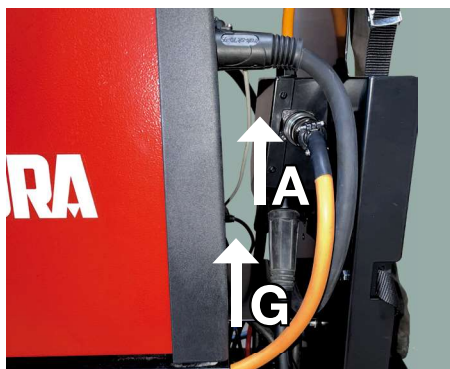

Fig. 33
Collegare il cavo segnale (A) del carrello trainafilo (G) allo sdoppiatore (H) come in fig.33.
*Connect the signal cable (A) of the wire feeder (G) to the splitter (H) as in fig.33.*
Conecte el cable de señal (A) del carro arrastrahilo (G) al divisor (H) como en la fig.33.